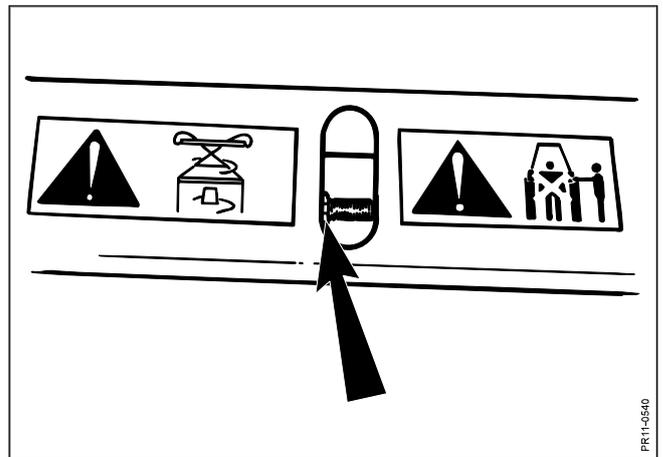

Fig. 1-6
- Fig. 1-6:** Die Entlastungsfeder wird gespannt. Die Feder spannen bis die Mutter ganz unten ist.